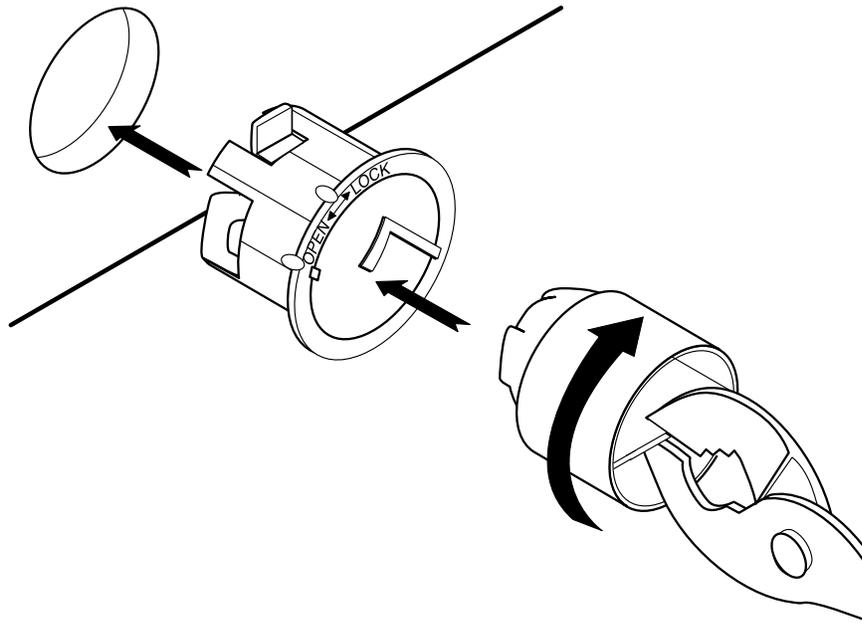

Abbildung A-20 Transportsicherungen wieder anbringen
12. Drehen Sie die Transportsicherungen mit einer Zange bis zum Einrasten in Uhrzeigerichtung (siehe Abbildung A-20).